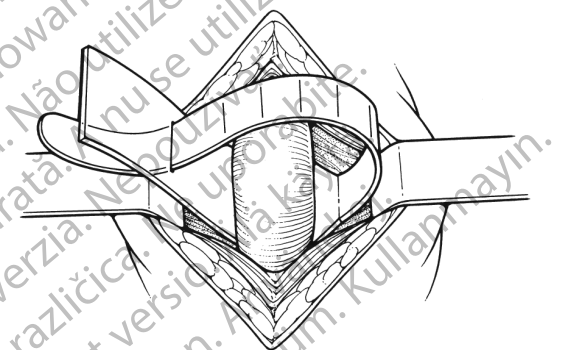

Figura 4-7. Medir a circunferência uretral
3. Coloque o medidor do manguito (ou dreno de Penrose) à volta da uretra onde será implantado o manguito. Deve ficar com um encaixe justo sem apertar a uretra. (**Figura 4-7**)